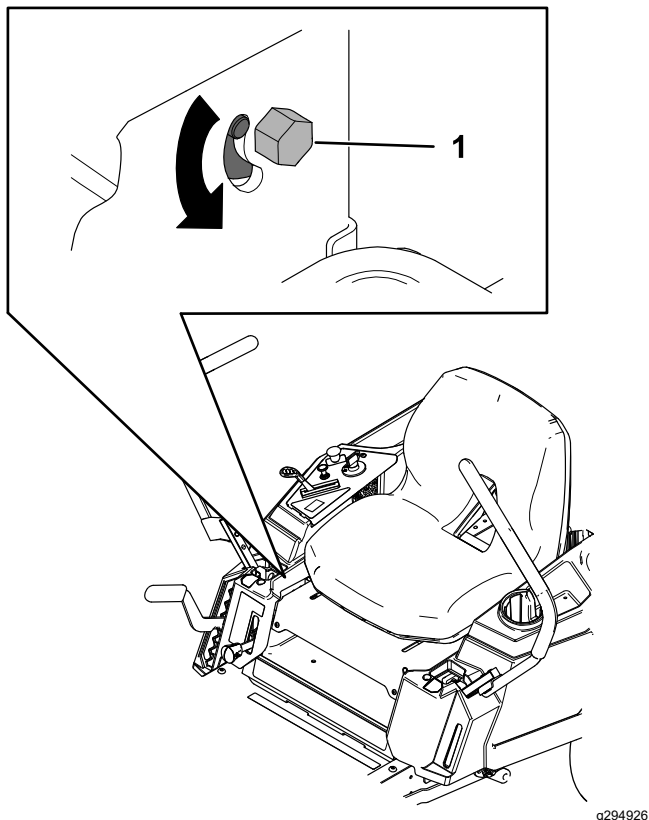

Рисунок 55
3. Найдите болт регулировки прямолинейности движения рядом с рычагом управления движением на той стороне, где требуется регулировка (Рисунок 55).